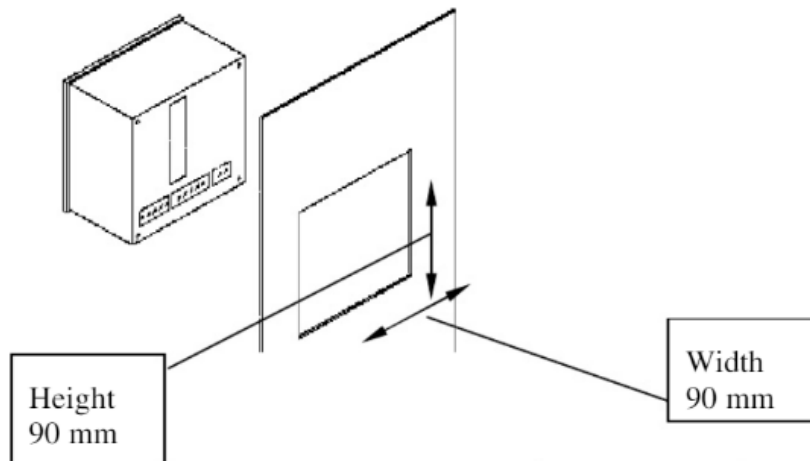

Figura 2.1 Hueco Panel
1. Elija una buena localización y prepare un hueco rectangular acorde con las dimensiones mostradas en la Figura 2.1